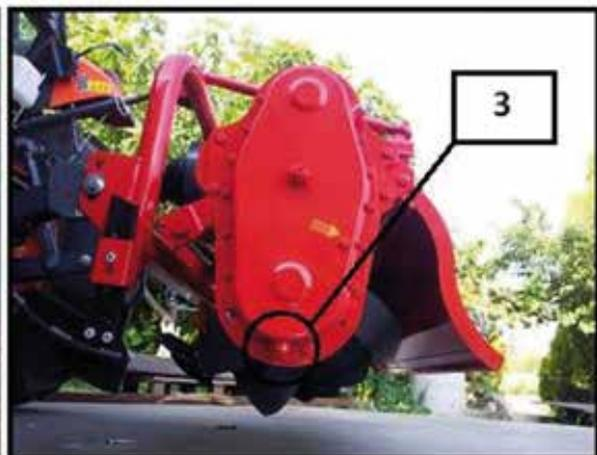

Figura 27
• Asegúrese de revisar el aceite en la caja de engranes lateral que se muestra en la figura 27 y antes de usar la máquina. El nivel de aceite debe estar al nivel del tapón (2) en la parte inferior derecha de la caja de engranes. (¡Esta verificación se realiza periódicamente cada 100 horas!)
• Si hay alguna disminución, rellene con SAE140EP / 3.5 (el aceite no 140I), que es (1) el aceite estándar en el tapón de llenado.